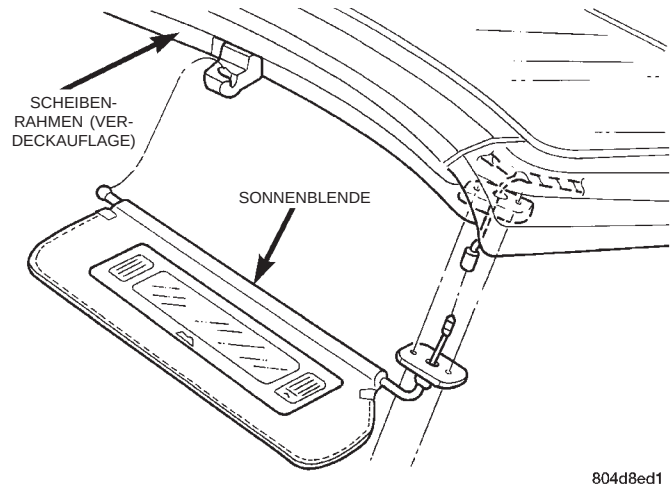

Abb. 46 Sonnenblende
- (1) Sonnenblende aus der Halterung lösen.
(2) Befestigungsschrauben lösen, mit denen die Sonnenblenden am oberen Scheibenrahmen (Verdeckauflage) befestigt sind.
(3) Je nach Ausstattung, Steckverbinder der Schminkspiegelbeleuchtung/Sonnenblenden und der Universal-Fernbedienung (Garagentoröffner) abziehen.
(4) Sonnenblende aus dem Fahrzeug nehmen (Abb. 46).